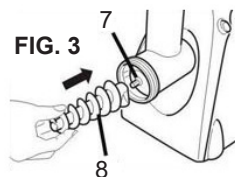

FIG. 3
Poziționați melcul conic de extindere (8) pe melc (7), conform descrierii din fig. 3 și introduceți sita tubulară (3) în pâlnia de alimentare.